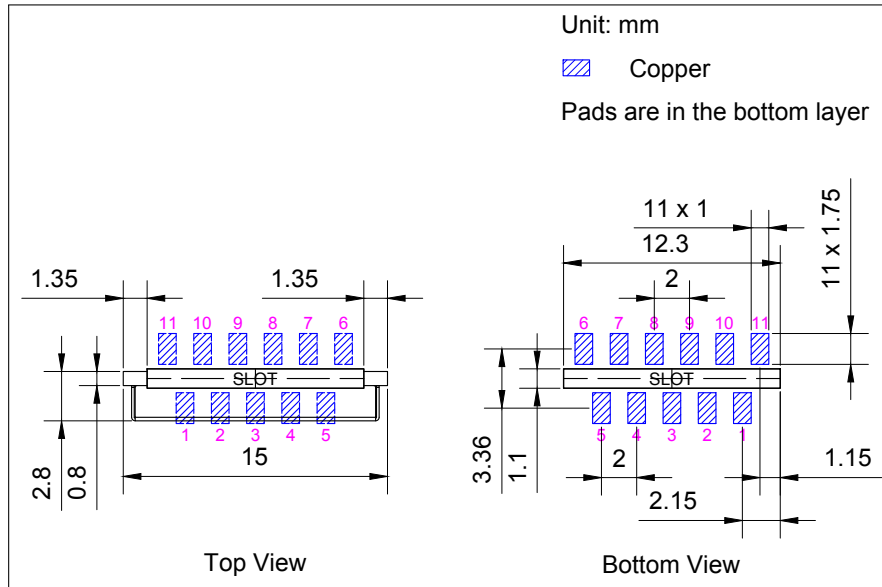

图 7: 推荐 PCB 封装图形
- 推荐 PCB 封装图，标有 PCB 设计所需的全部尺寸。详见图 7 推荐 PCB 封装图形。
- 推荐 PCB 封装图的源文件，用于测量图 7 中未标注的尺寸。您可用 Autodesk Viewer 查看 ESP8684-WROOM-03 的封装图源文件。